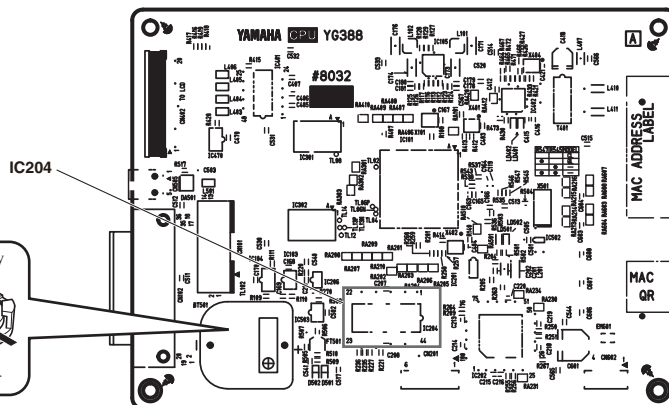

Fig. 4 (図4)
- * **IC204 on CPUQL circuit board: MRAM (Magneto resistive Random Access Memory) is a storage element using magnetism. Keep any magnetic item such as a screwdriver away from it as the magnetic force of such item may cause damage to the data of IC204 and the IC itself. (Fig. 4)**
- ※ CPUQL シートの IC204 : MRAM (Magneto resistive Random Access Memory : 磁気抵抗ランダム・アクセス・メモリー) は、磁気を利用した記憶素子の為、ドライバーなど磁気を帯びたものを近づけないでください。IC204 のデータや IC 自身が壊れる恐れがあります。(図4)